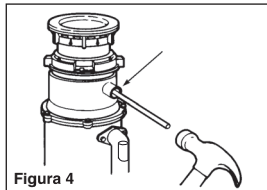

Figura 4
**A.** Usando um instrumento (pino de aço ou madeira) e um martelo, retire a peça plástica que obstrui a tubulação (Figura 4). Não use uma chave de fenda ou um instrumento pontiagudo. Após remoção da peça plástica, pode-se remover ou simplesmente moer a peça que se desprenderá do aparelho. Isso não danificará o triturador, mas pode demorar algumas utilizações até ser moído completamente.